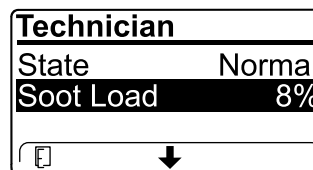

Figure 57
- Consultez la charge de suie mesurée dans le FAP sous forme d'un pourcentage (Figure 57); voir le tableau de charge de suie.